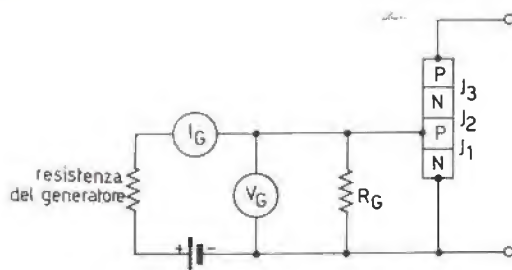

figura 12
**$V_G$**  Forward gate voltage: caduta di tensione fra la giunzione catodo-griglia, a una data corrente diretta di griglia (figura 12).
**$I_G$**  Forward gate current: valore positivo di corrente circolante in griglia, con una resistenza di shunt fra la griglia e il catodo (figura 12).